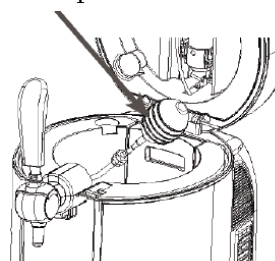

Figura 30
2. Conecte la punta al extremo de boquilla, presione la botella para que el agua entre y limpie el tubo de la boquilla, saliendo por el tubo de la cerveza en el otro extremo. Repita este procedimiento hasta que el tubo de la cerveza quede limpio (necesita 3 botellas de agua tibia al menos); limpie el mecanismo del grifo de cerveza como se muestra en la figura 30. Nota: